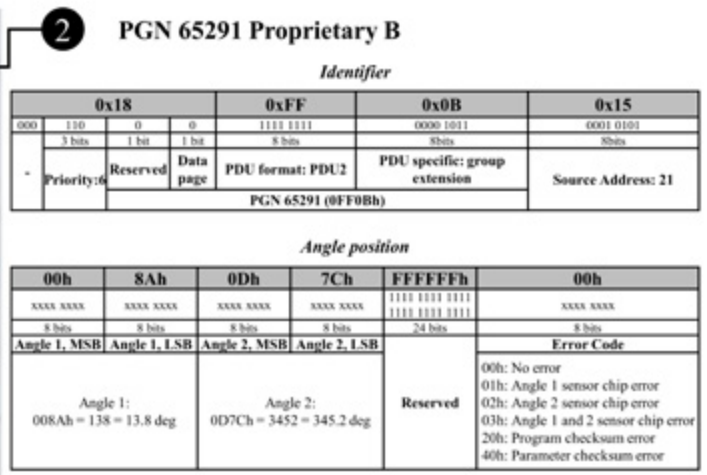

Figura 8. Esempio: messaggio di posizione angolare.
- Quando il sensore ha acquisito un indirizzo valido, inizia l'invio del messaggio della posizione angolare conformemente al PGN 65291 come illustrato nell'esempio di Figura 8 a pagina 10. Il messaggio è composto da: